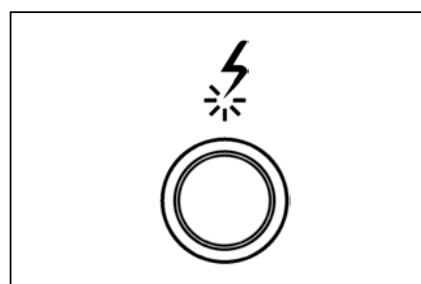

fig. 3
- În același timp se apasă butonul cu revenire pentru aprinzător (fig.3) și se menține apăsat până când arzătorul se aprinde ( 2 scânteie/secundă).